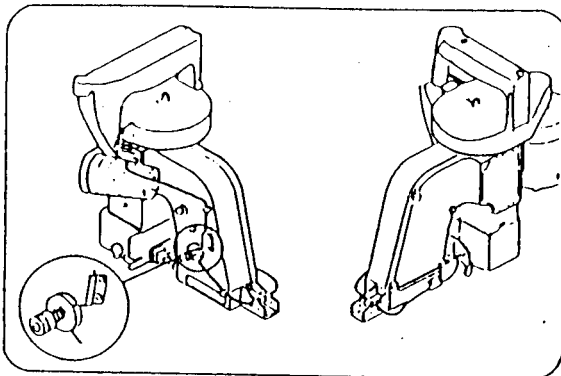
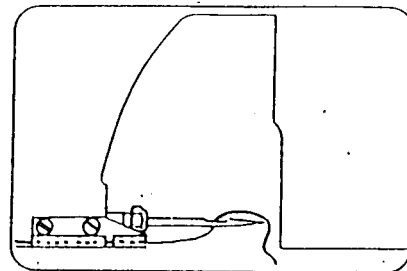

Abb. 7
Abb. 8
3. Führen Sie den Faden genau wie in in Abb. 7 gezeigt durch die Ösen und die beiden Fadenspannungsscheiben. Der Faden wird in die Nadel von außen nach innen eingefädelt. Er sollte mindesten 4 cm an der Nadel herunterhängen bevor Sie mit dem Nähen beginnen. (Abb. 8)